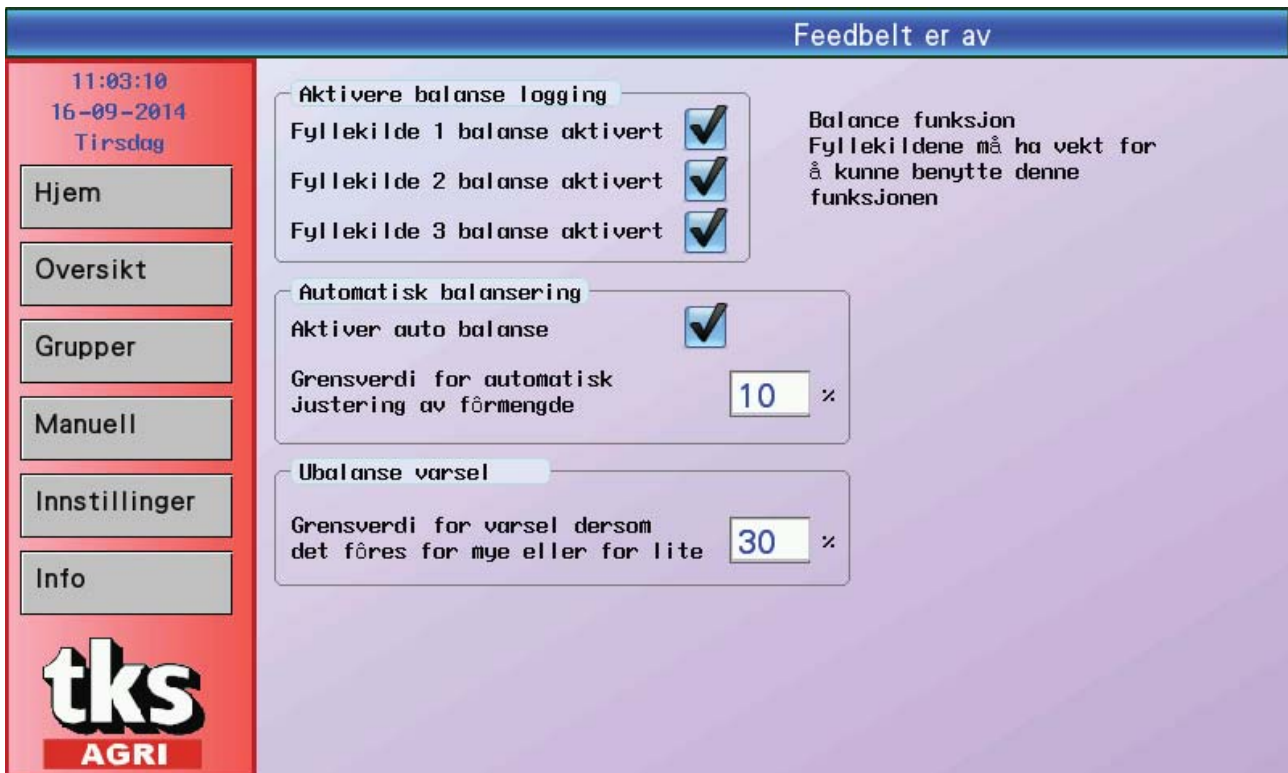

Fig. 25
- Ubalanse varsel. Grenseverdi for varsel dersom det føres for mye eller for lite. **Se Fig. 25**